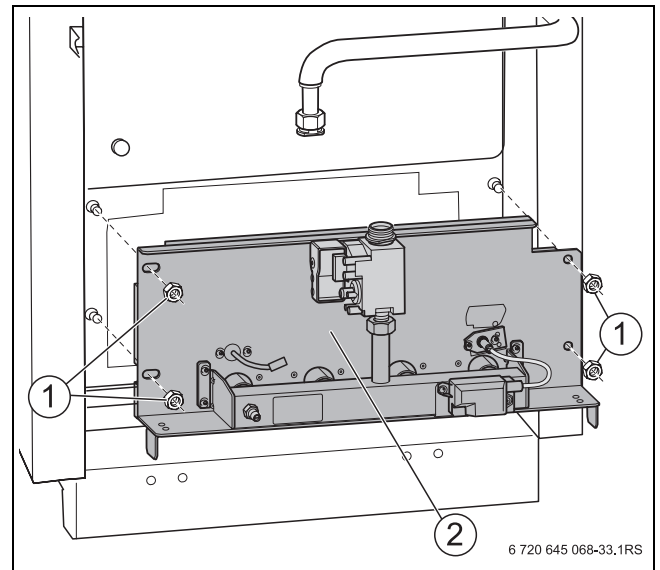

Рис. 41 Снятие крепёжных гаек
- ▶ При креплении щитка горелки (→ рис. 41, [2], стр. 47) слегка затяните четыре винта.